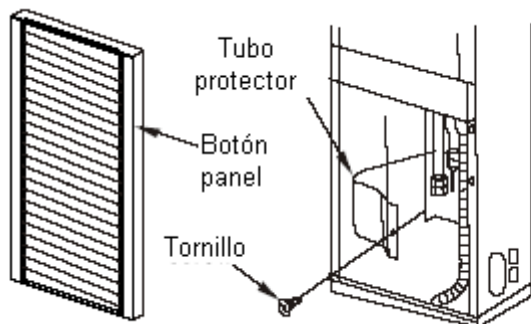

Figura 1
- 2) Retire el tornillo de fijación del protector de tubo y quite el protector. (figura 1)